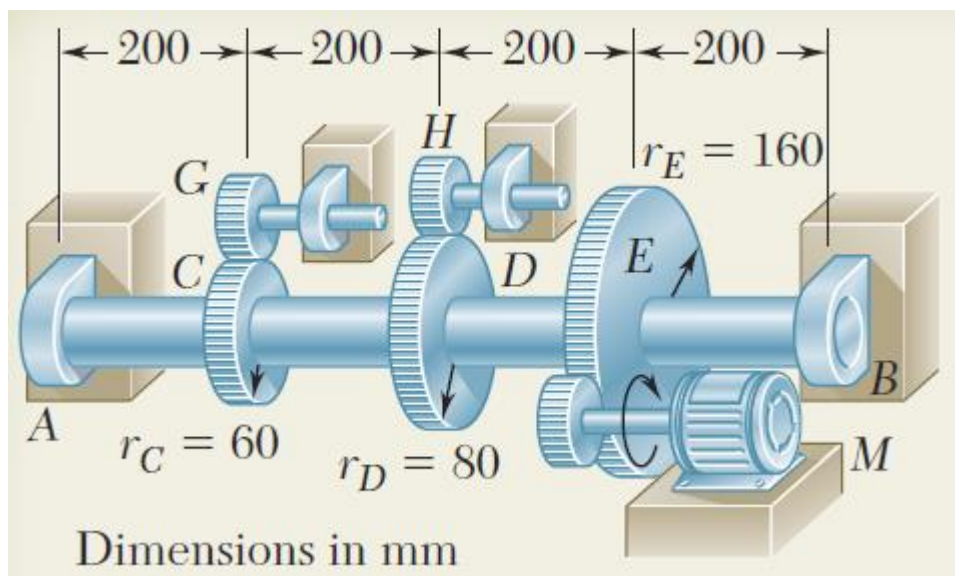

Figura 4.35
4.10.6 O veio maciço AB da Figura 4.35 gira a 480 rpm transmitindo 30 kW do motor M às máquinas a si ligadas pelas engrenagens G e H. Em G são transmitidos 20 kW e em H 10 kW. Determinar segundo o menor diâmetro permitido para o veio AB sabendo que a tensão de corte admissível é 50 MPa. Despreze o Esforço Transverso. (slide)